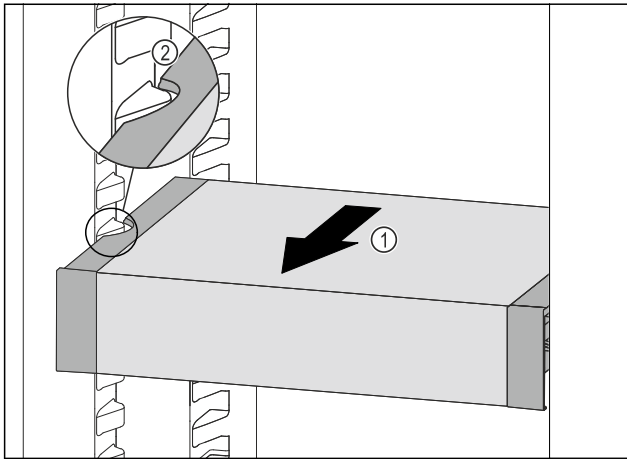

Fig. 65
- Tirer le VarioSafe vers l'avant Fig. 65 (1) jusqu'à ce que les encoches latérales du VarioSafe se trouvent au niveau de la nervure du bac dans la partie réfrigérateur. Fig. 65 (2)